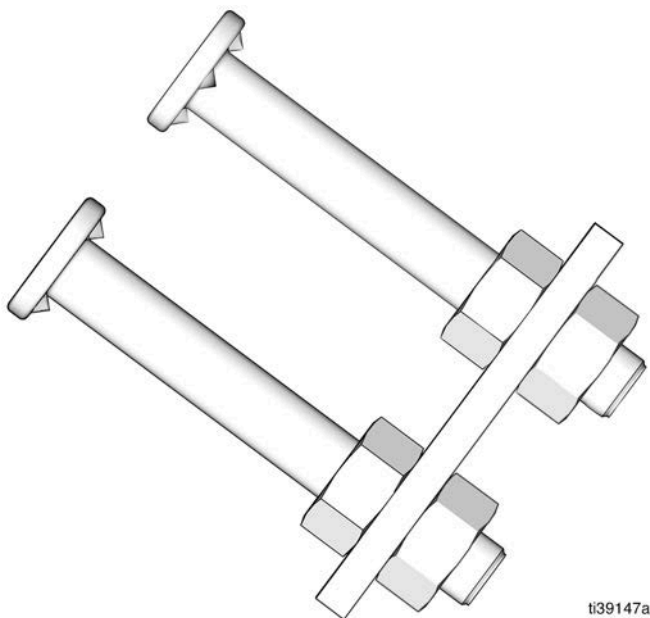

FIG. 17
‡ 26A479 : kit, plaque, soudure, assistance (voir FIG. 17).
Prenez les deux (2) goujons du kit d'installation de bloc 26A478. Assemblez les pièces comme illustré à la FIG. 17. Jetez les écrous et la plaque une fois le soudage du goujon terminé.